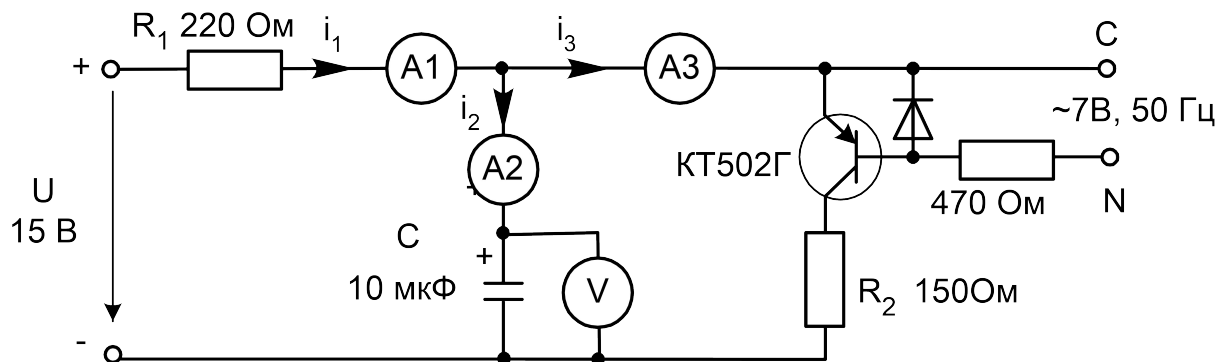

Рисунок 6.2 – Электрическая цепь
3. При включении ключа в цепи (рис. 6.2) рассчитайте токи и напряжение на конденсаторе до коммутации ( $t=-0$ , ключ разомкнут), в первый момент после коммутации ( $t=+0$ , ключ замкнут) и в новом установившемся режиме ( $t \rightarrow \infty$ ). Результаты расчёта занесите в табл. 6.1
6. Соберите цепь согласно схеме (рис.6.2), включив в неё вместо изображенных измерительных приборов соответствующие гнезда коннектора. Обратите внимание на полярность электролитического конденсатора.